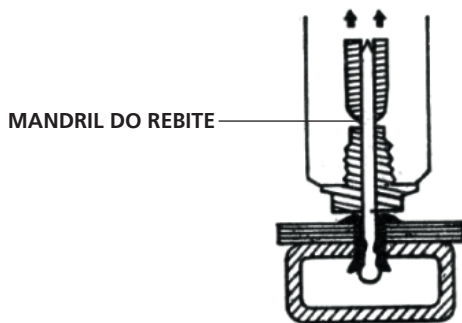

Fig. 5
3. Observe se o diâmetro do bico está correto e então posicione o bico do rebitorador sobre o mandril do rebite (fig. 5);